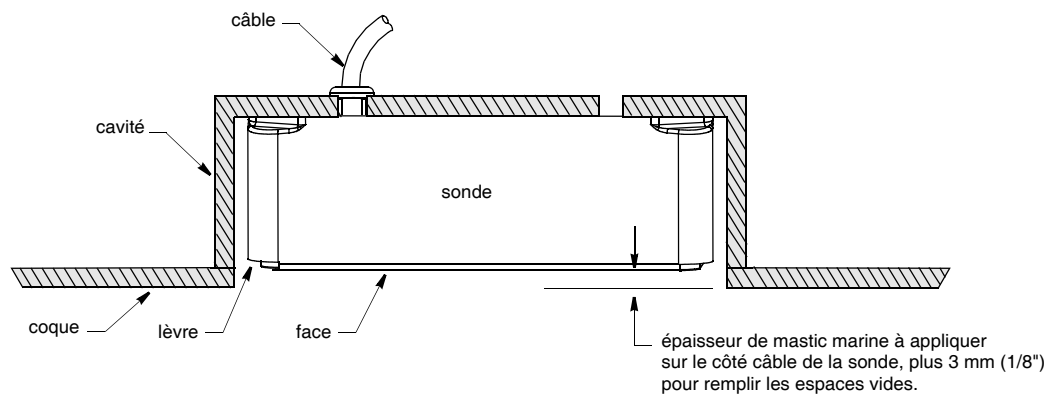

Figure 2. Pose à sec
3. Depuis l'extérieur de la coque, enflez le câble de sonde dans le trou de la cavité de pose (figure 2). Enfoncez la sonde aussi profondément que possible dans la cavité. Mesurez l'écart entre la face active de la sonde et l'extérieur de la quille (écart entre la position de la sonde et la position d'alignement sur la surface extérieure de la coque). Cet écart est égal à l'épaisseur de mastic d'étanchéité marine à appliquer sur le côté câble de la sonde en l'augmentant de 3 mm (1/8") pour remplir les espaces vides.
1. Pour garantir une bonne adhésion du mastic d'étanchéité marine contre la coque, poncez la zone entourant le trou à l'intérieur comme à l'extérieur. Poncez également toutes les surfaces de la sonde devant être en contact avec la coque. Poncez la lèvre de la sonde (figure 2). Ne pas poncer la face active. Éliminez totalement la poussière avec un tampon à dépolir. Ne pas appliquer d'alcool sur la sonde.